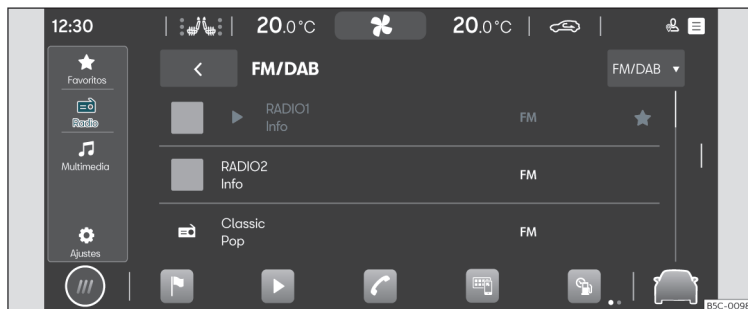

Fig. 146 Representación esquemática: Vista Radio
- Pulse **HOME** > ► > ► > ► **fig. 146**.